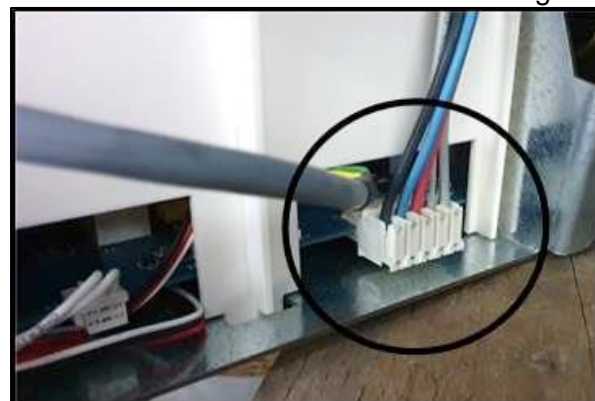

Fig.2.3
5. Débranchez les câbles connectant le variateur au moteur (Fig. 2.3).